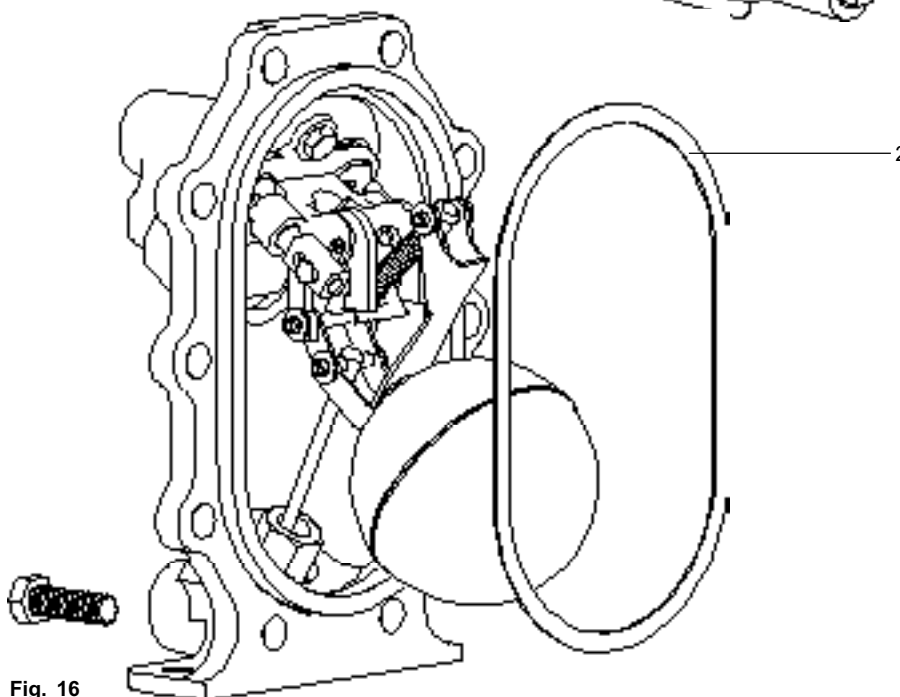

Fig. 16
3. Montera försiktigt en ny packning (del 2) i huset (se Fig. 16).